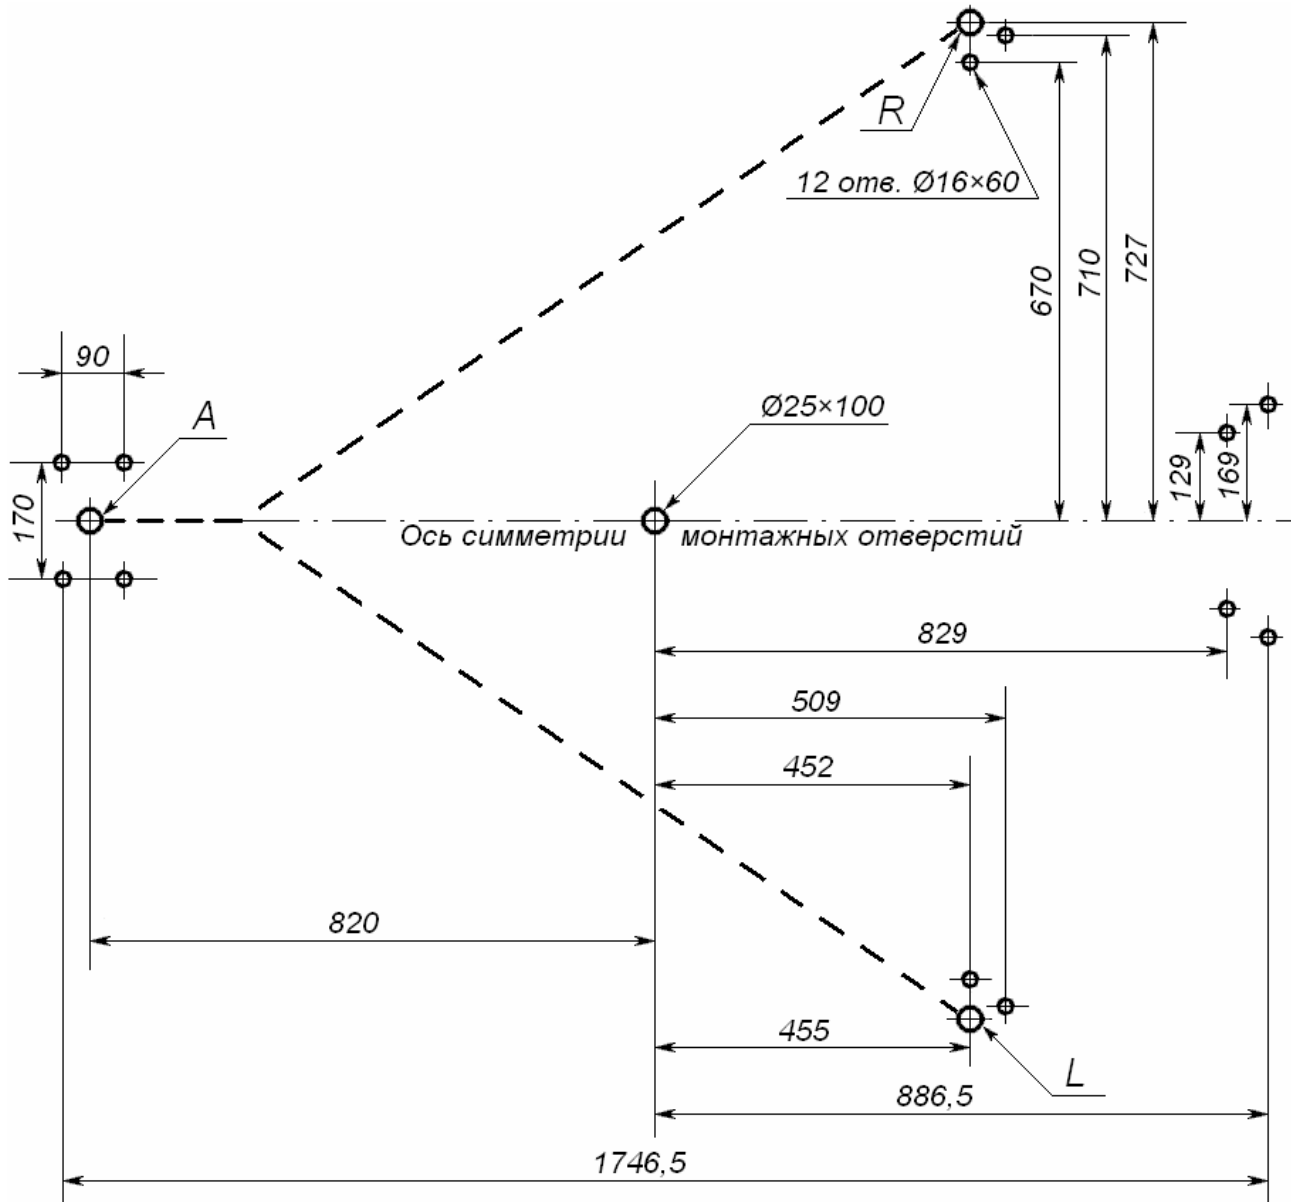

Рисунок 13 Схема разметки для установки турникета
2. Выполните на установочной поверхности разметку отверстий для монтажа турникета в соответствии с рис. 13.
- 7.1. Установите левую секцию формирователя прохода (6) таким образом, чтобы опорная стойка секции с блоком индикации (9) располагалась над зоной *L* (см. рис. 13).
- 7.4. Подведите кабель блока индикации (10) и кабель считывателя (23) по кабельному каналу к зоне *A*.
8. Установите и закрепите правую секцию формирователя прохода (7) таким образом, чтобы опорная стойка секции с блоком индикации располагалась над зоной *R* (см. рис. 13). Подведите кабель блока индикации (11) и кабель считывателя (24) по кабельному каналу к зоне *A*.
9. Смонтируйте преграждающую стойку (3). Для этого
- 9.6. Установите преграждающую стойку фланцем (4) на зону А, а нижний узел вращения (5) – на отверстие с анкером Ø25 мм (см. рис. 13).